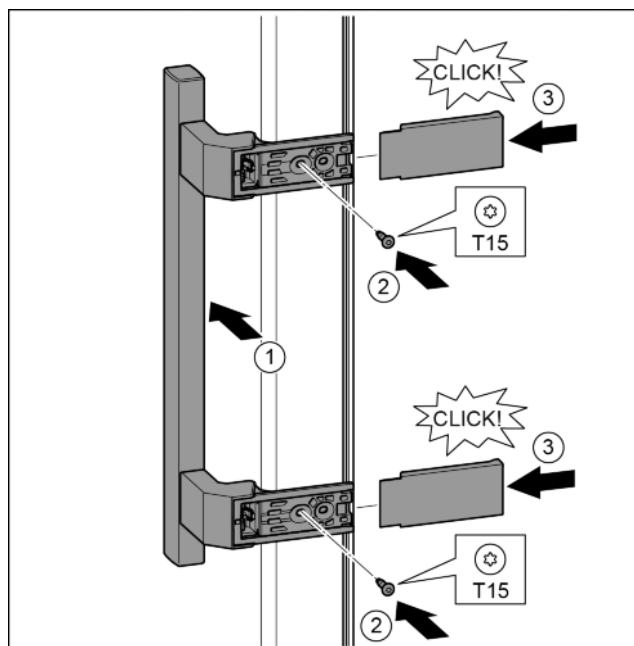

Fig. 21
- ▶ Установить ручку на противоположной стороне. Fig. 21 (1)
- ▶ Затянуть винты отверткой T15. Fig. 21 (2)
- ▶ Установить крышки сбоку и надвинуть. Fig. 21 (3)